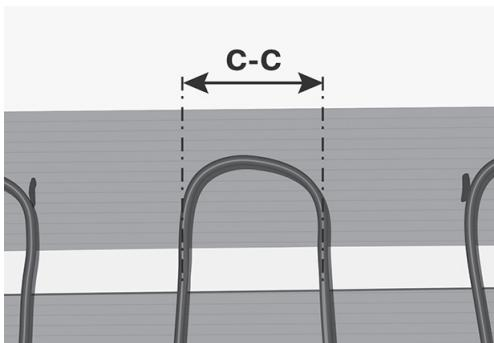

Рис. 2. Измерение С-С – расстояние от центра до центра
**Важно!** С-С — это расстояние от центра одного кабеля до центра следующего кабеля для каждой петли (рис. 2).